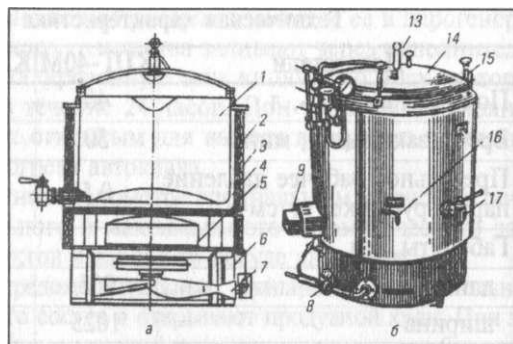

Рис. 9-9. Котел газовой пищеvarочный КПГ-160
*Котел газовый пищеварочный КПГ-160 (рис. 9-9)* аналогичен котлу КПГ-250 и отличается от него емкостью варочного сосуда, размерами и весом.